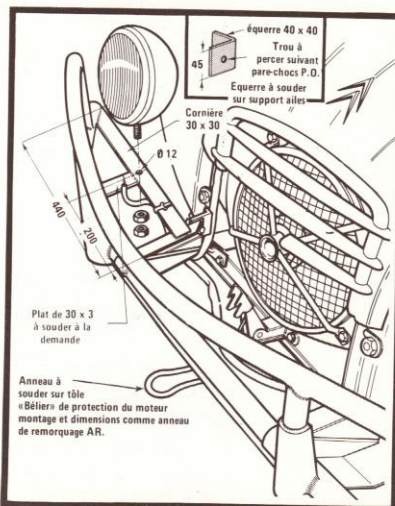
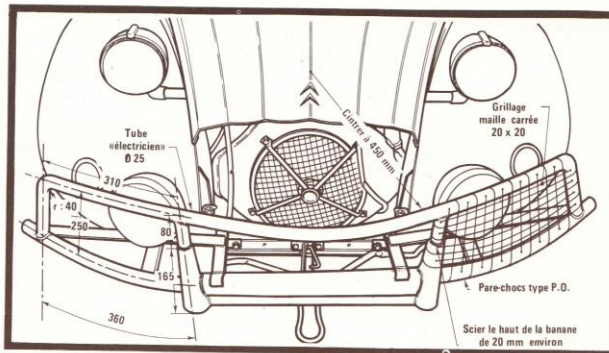

FIGURE 12
FIGURE 13
- Montage de deux projecteurs longue portée avec relais (Fig. 12). Les tubes de grillages de protection pourront s'ajouter aux pare-chocs P.O. pour la protection de ces projecteurs (Fig. 13).